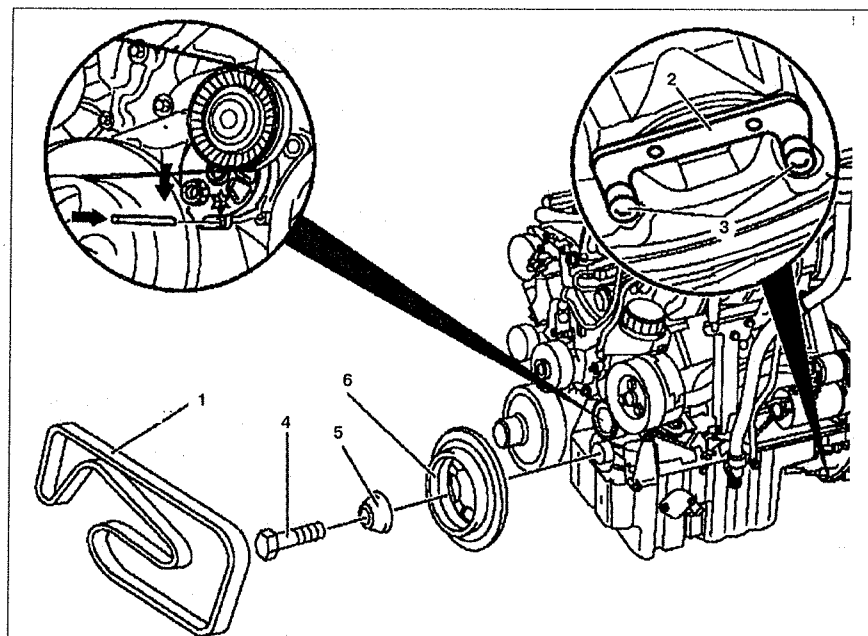

Рис. 5.10. Канавочный шкив коленчатого вала:
2. Зафиксируйте маховик фиксатором 2 (см.рис.5.10).